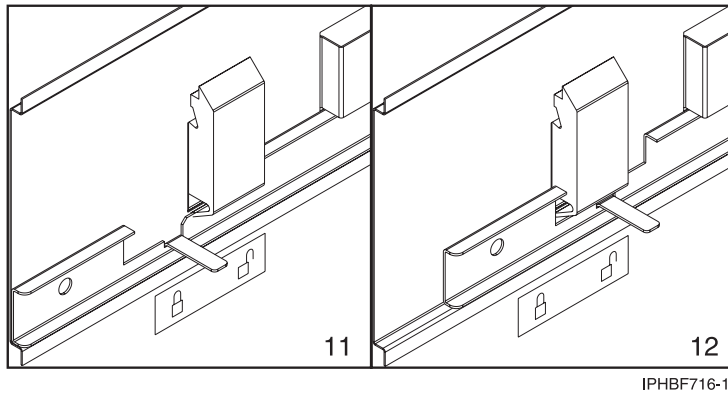

Figure 28. Positionnement de l'autocollant Verrouillé/Déverrouillé sur le panneau
- e. Placez un autocollant Verrouillé/Déverrouillé sur la partie intérieure du panneau afin que le taquet se trouve sur le symbole Verrouillé lorsque la glissière est en position de verrouillage (11) (voir la figure 28) et sur le symbole Déverrouillé (12), lorsque la glissière est déverrouillée.